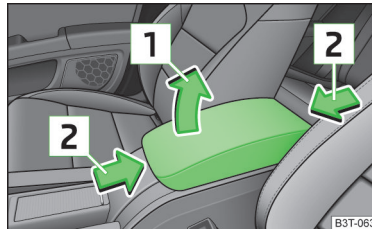

Abb. 75
› Abb. 75 in eine der 4 Raststellungen heben.
- › Den Deckel in Pfeilrichtung **2** › Abb. 75 in die gewünschte Position verschieben.